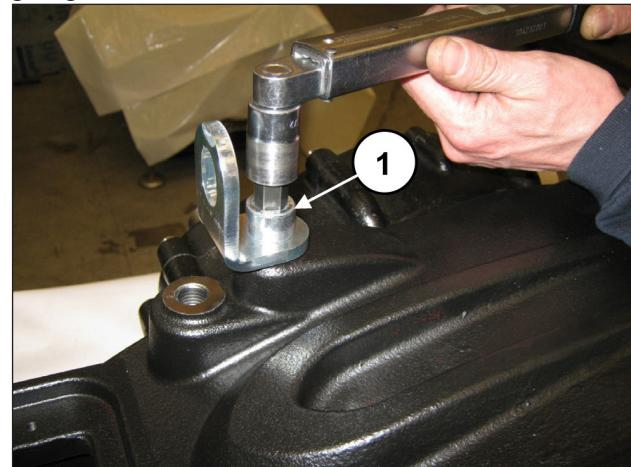

Abb. 93
Setzen Sie die Passfeder 14x9x60 in das Ritzel ein. Bringen Sie die Verschlüsse und Hebebügel mit den entsprechenden Schrauben M16x30 an (Pos. ①, Abb. 93). Eichen Sie die Schrauben mit einem Drehmomentschlüssel, wie in Kapitel 3 EICHWERTE FÜR DEN SCHRAUBENANZUG gezeigt.